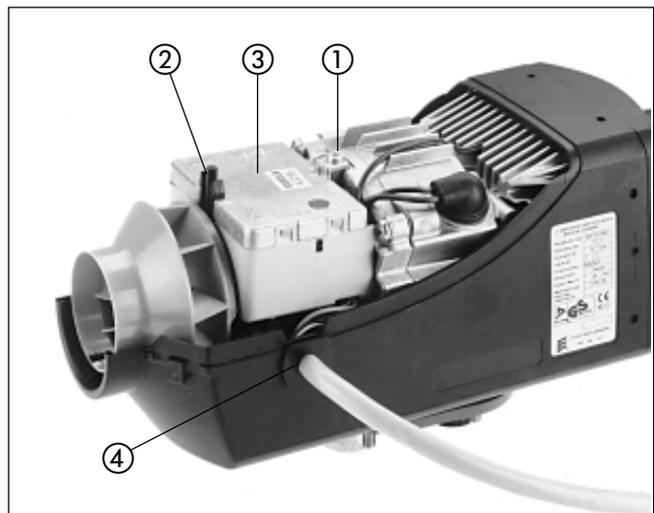

Bild 2
### Steuergerät ausbauen (siehe Bild 2)
- Steuergerät ausbauen (siehe Bild 2).